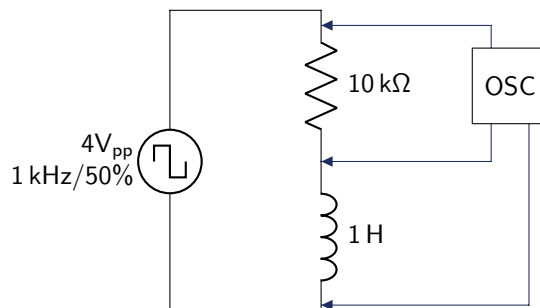

Figura 8.3: Circuito de medición para la tensión en la bobina.
1. En el generador de funciones, elija la onda cuadrada. Monte el circuito de la figura 8.3.